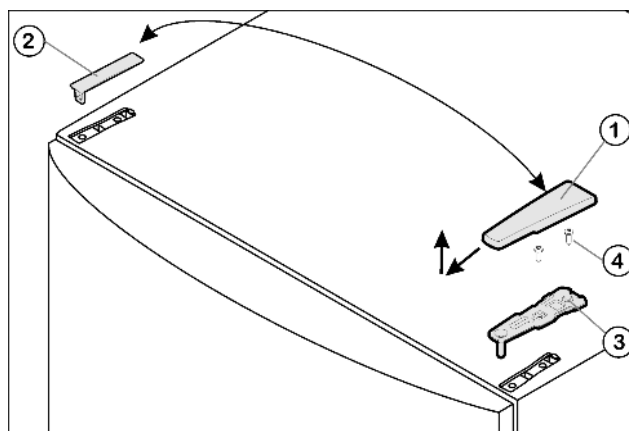

Fig. 4
- Enlever le cache Fig. 4 (1) vers l'avant et vers le haut.
- Retirer le cache Fig. 4 (2).
- Dévisser le support d'appui supérieur Fig. 4 (3) (2 Torx® 25) Fig. 4 (4) et retirer vers le haut.
- Placer le support d'appui supérieur Fig. 4 (3) sur le nouveau côté charnière de porte.
- Visser le support d'appui supérieur à fond (avec 4 Nm) (2 Torx® 25) Fig. 4 (4). Pointer les trous de vissage ou utiliser une visseuse sans fil.
- Faire encliqueter le cache Fig. 4 (1) et le cache Fig. 4 (2) du côté opposé.